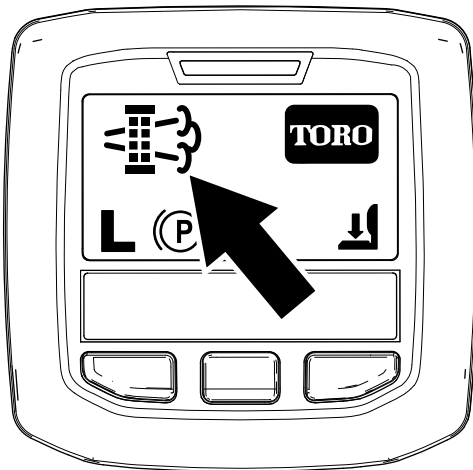

Figure 47
- Quand le calculateur moteur demande une régénération en stationnement ou une régénération d'urgence, l'icône de demande de régénération (Figure 47) s'affiche sur l'InfoCenter.